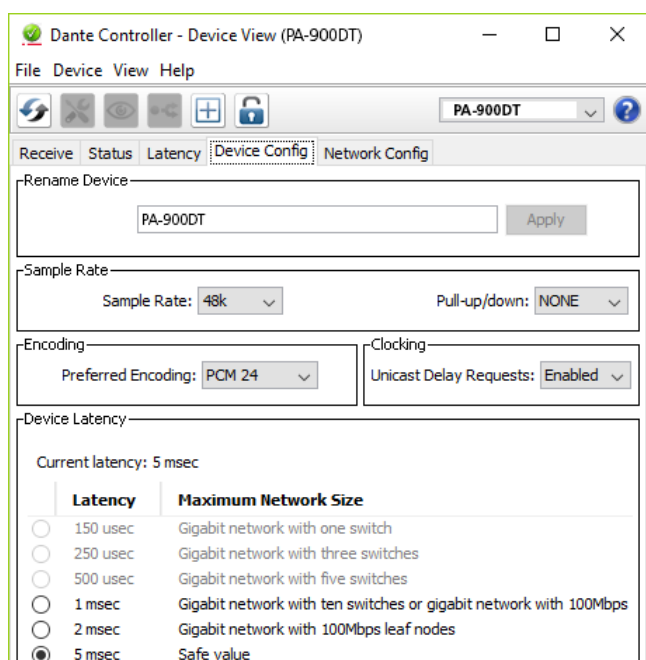

Abb. 8 Device-View vom PA-900DT
- 5) In der dritten Leiste lassen sich unterschiedliche Informationen zu dem Gerät anzeigen und Einstellungen vornehmen. Den Reiter „Device Config“ auswählen (siehe Abbildung 8).